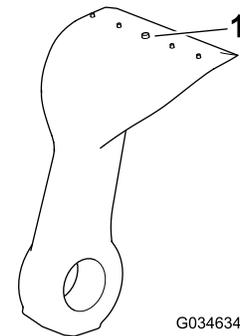

Figura 76
5. Inspeccione cada cuchilla en busca de desgaste excesivo usando la línea de desgaste (Figura 76). Si una cuchilla está desgastada hasta la línea de desgaste, cambie la cuchilla.